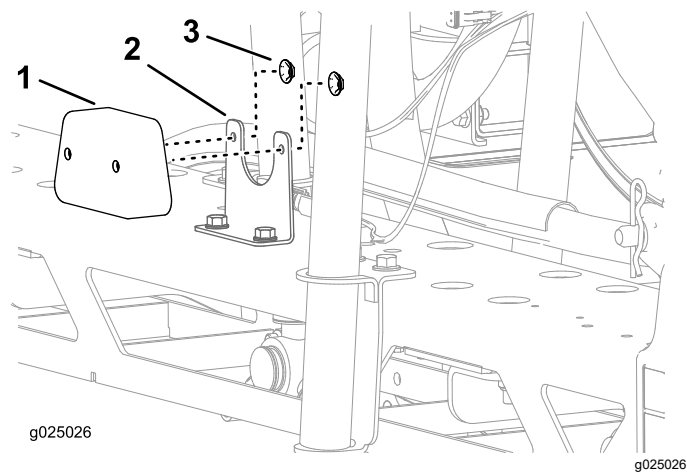

Figura 2
3. Alinhe o conjunto das luzes traseiras com o suporte das luzes traseiras e prenda o conjunto com as duas porcas de aço prensado como se mostra na Figura 2.